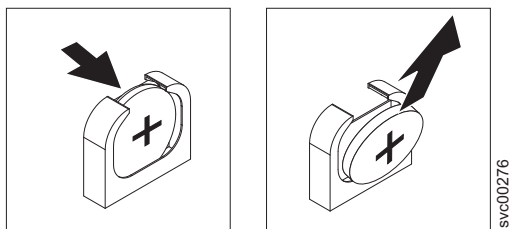

図 130. SAN ポリウム・コントローラー 2145-DH8 CMOS バッテリー・ホルダー
- b. 図 130 に示すように、親指と人さし指でソケットからバッテリーを取り上げます。